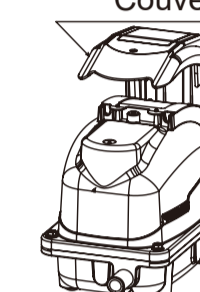

Figure 2
- ③ Retirez le couvercle du boîtier (Figure 2). Saisissez les deux extrémités pour tirer le couvercle vers le haut.